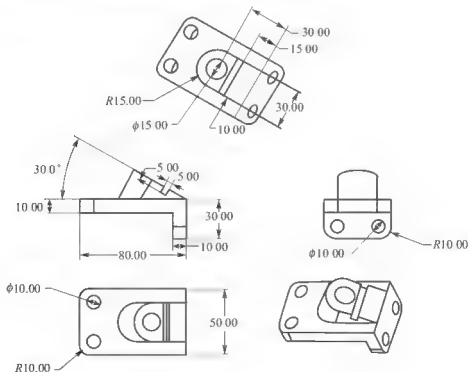

图 10.56 生成工程图
- (3) 创建如图 10.56 所示零件的三维模型,并生成工程图。